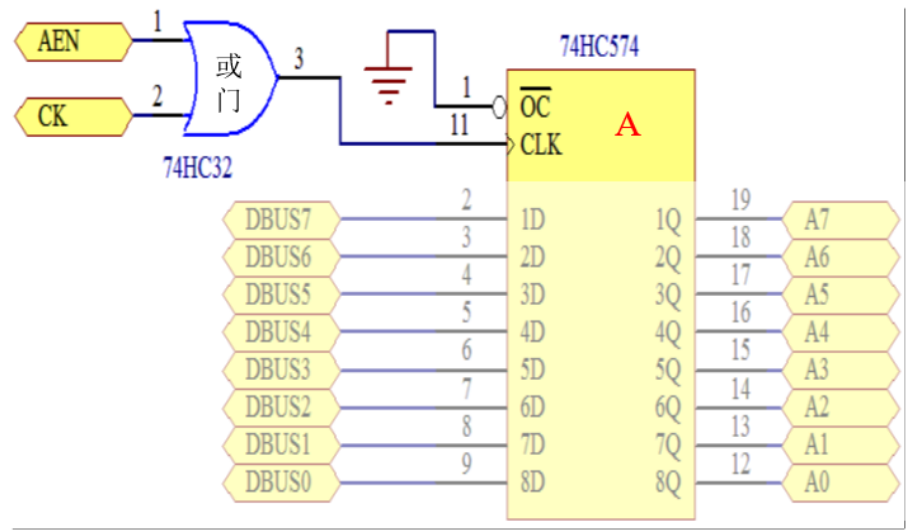

图 3. 寄存器 A 的构成
4、寄存器 A、W 的构成如下图 3、4 所示，显然 AEN 与 CK 端接 0（低电平）时，才可以进行寄存器 A 的数据输入与读取；同理，WEN 与 CK 端接 0（低电平）时，可以进行寄存器 W 的数据输入与读取。